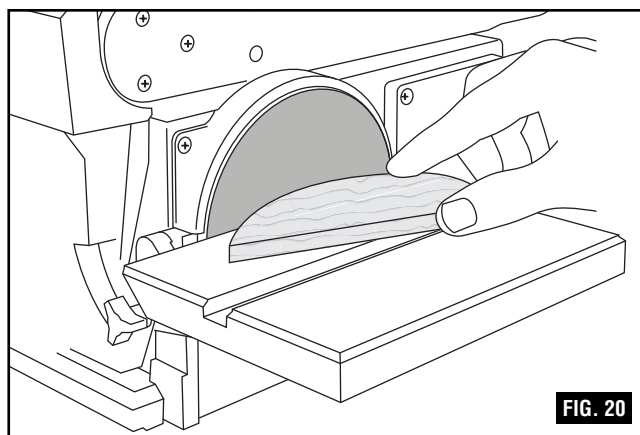

FIG. 20
2. Poncez toujours l'extérieur des parties recourbées sur le côté gauche du disque de ponçage, comme cela est illustré à la Figure 20.